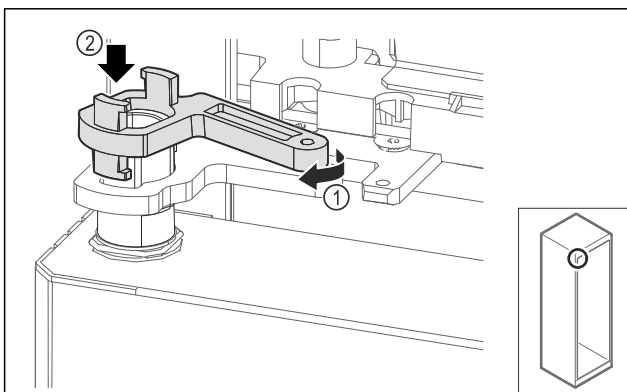

Fig. 70
- Zľahka otočte blokovanie ložiskovej konzoly Fig. 70 (1) a nasadte na puzdro Fig. 70 (2).